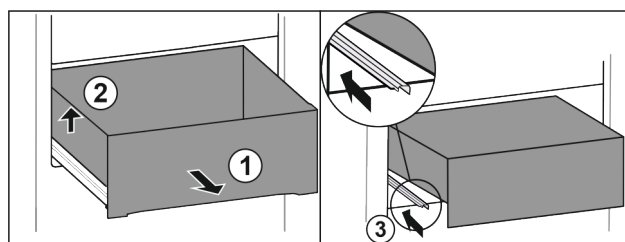

Fig. 159
- Estrarre il cassetto fino all'arresto. Fig. 159 (1)
- Sollevare il cassetto a sinistra. Fig. 159 (2)
- Inserire la guida sinistra. Fig. 159 (3)